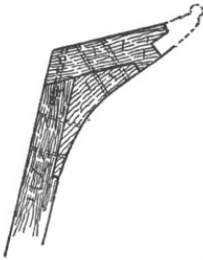

Рис. 11
*Leon* имеет скрипкообразный нос и поэтому форштевень делается из двух элементов, как показано на чертежах, чтобы волокна были направлены в нужном направлении. Для носа, имеющего большее скругление, более предпочтительны три элемента, как показано на Рис. 11, но точное расположение зависит от изгиба форштевня в каждой конкретной модели, и это выбор моделиста. Главное, чтобы волокна по максимуму располагались вдоль форштевня. Это может быть не столь важно на маленьких масштабах, но, если форштевень будет полироваться или покрываться лаком, тогда направление волокон будет заметно, и это один из маленьких необязательных штрихов реалистичной модели, который любой может выполнить, затратив чуть больше усилий, хотя я не считаю эту конструкцию *слишком сложной*, скорее даже приятной, от удовольствия изготовления такой модели.